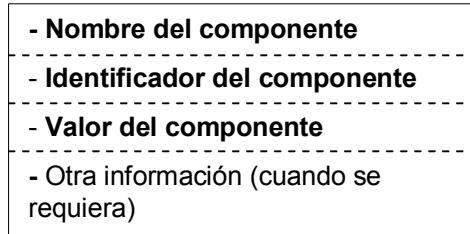

Figura V.24. Estructura del arreglo **infoVentana**.
2. Definir la **información a mostrar en la ventana de edición del componente**. – Esta información se encuentra en cadenas de caracteres y/o números guardados en un arreglo de cadenas de caracteres llamado **infoVentana**, el cual lo consulta la clase **ventanaEdición** y lo despliega en su ventana correspondiente al componente que tiene asociado. La estructura de este arreglo es la que se muestra en la Figura V.24.